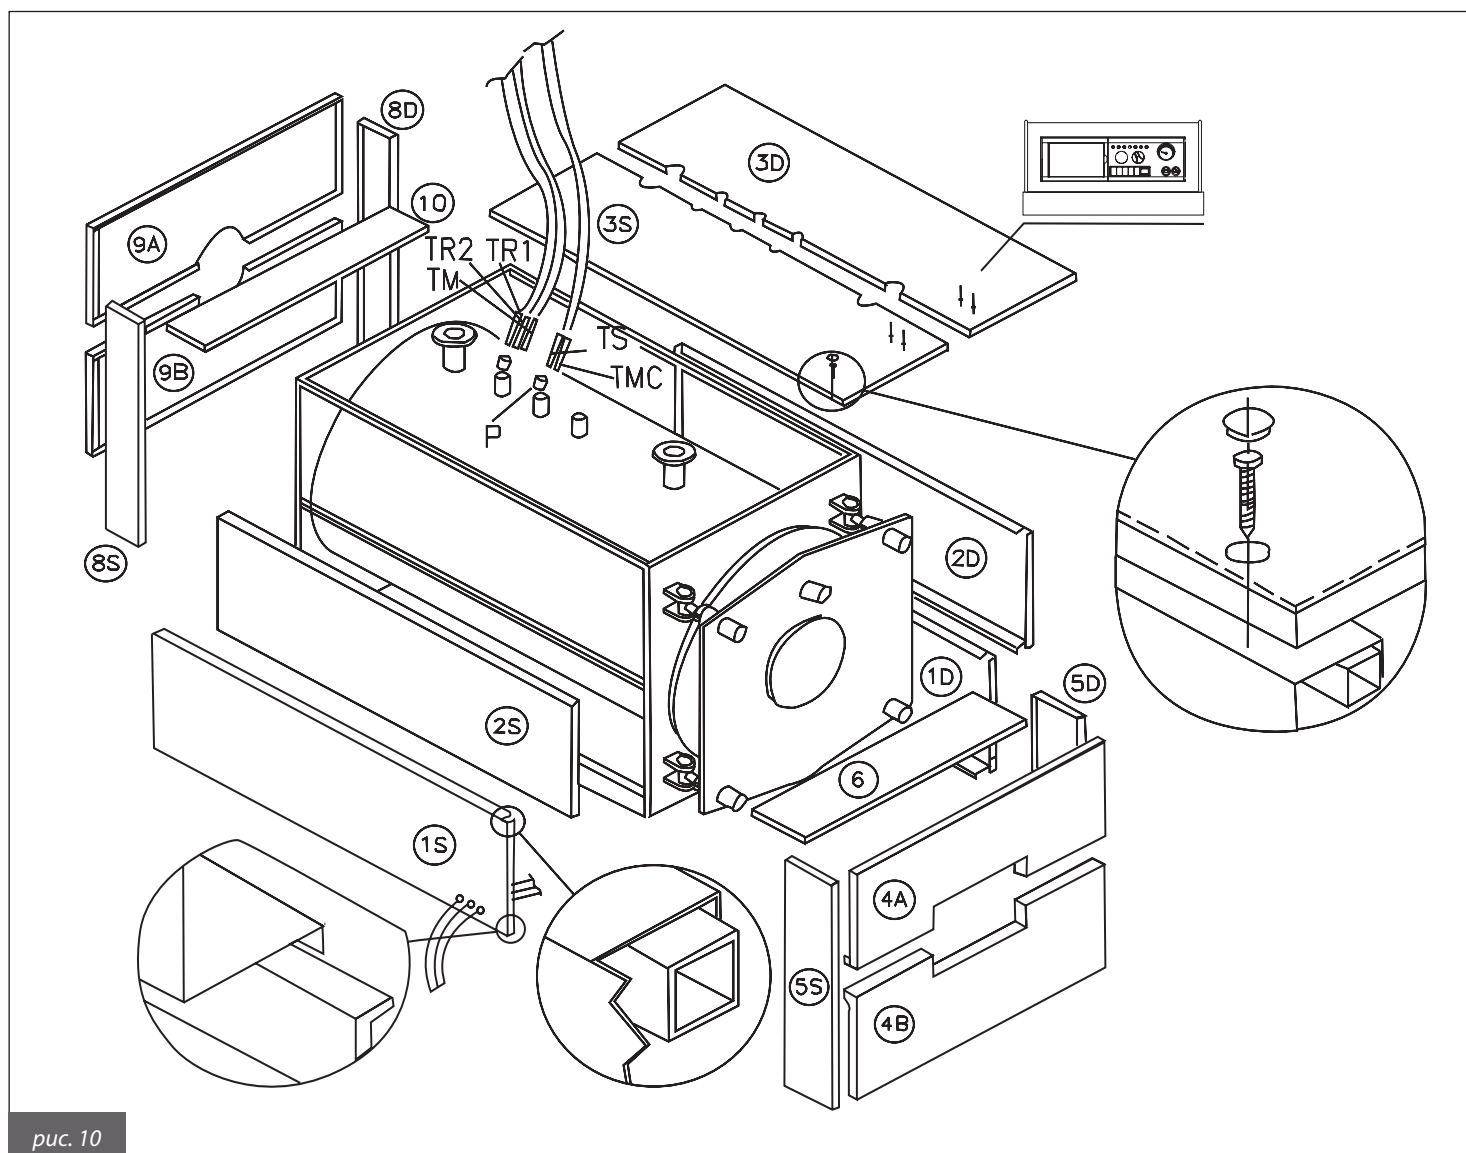

рис. 10
4.2. Обшивка котла панелями для RODI DUAL и RODI DUAL HR 500÷1300 (рис. 10)
- г) Установить верхнюю панель (3S) на котле и закрепить на ней пульт управления. Размотать капилляры термостатов и термометра и установить держатели в соответствующие колодцы (P).
- е) Установить панели (5S) (5D), закрепляя на боковых панелях с помощью соответствующих скоб, после чего установить передние панели (4B) и (4A), закрепляя их на панелях (5S) и (5D). Закрыть обшивку дверцы верхней панелью (6), закрепив ее винтами и закрыв проходные отверстия заглушками (см. рис. 10).
- ж) Установить панели (8S) и (8D), закрепляя их на боковых панелях с помощью соответствующих скоб, после чего установить передние панели (9B) и (9A), закрепляя их на панелях (8S) и (8D). Закрыть обшивку дымохода с помощью верхней панели (10), закрепив ее винтами и закрыв проходные отверстия заглушками.